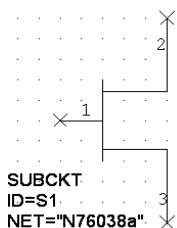

Рис. 4.9
3. В верхней строке ввода типов символов введите **all** (все) или **system.syf**, щёлкнув по кнопке в правом конце этой строки. В расположенном ниже списке символов выделите **FET@system.syf** и нажмите **OK**. Результат показан на рис. 4.9.